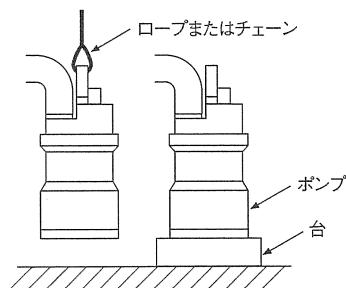

図3
- (1) 運転ならびに据付時はケーブルを絶対に引っ張らないでください。取手または取手にロープを取り付けて行ってください。
- (2) ポンプはなるべく立置でご使用ください。土砂の流入が多い場合や、ストレーナが埋没するような土砂の場合は、ポンプを強固なロープまたは、チェーンで吊るすか台の上にポンプを置いてください。(図3)
- (3) 土砂の多い場所で連続漏水運転を行いますと、ポンプが短期間に摩耗することがあります。水の集まりやすい場所を選んでお使いください。
- (4) 配管および据付時にポンプを壁などにぶつけたり落とさないようにしてください。
- (5) 配管末端は水中に入れないのでください。ポンプを停止したとき逆流します。
- (6) ケーブルは車のタイヤ等で踏まないように設置してください。
- (7) 排水槽はコンクリートのカス、紙、布、ビニール等が残らないように十分清掃してください。
- (8) 吐出し用配管はポンプ径と同径のものを使用してください。ポンプ口径より小さい配管を使用しますと配管による損失水頭が増大し吐出し量が減少します。またポンプ口径より大きい配管を使用しますと配管内に土砂などが溜まり、土砂詰まりの原因となりますのでご注意ください。